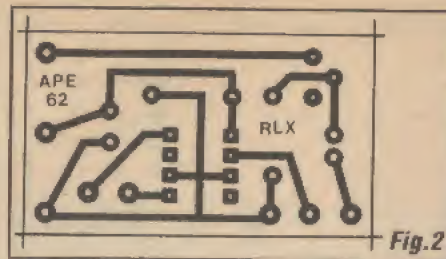

Fig.2
- **FIG. 2 - LAY OUT DO CIRCUITO IMPRESSO ESPECÍFICO** - Placa muito simples, pequena, com padrão cobreado fácil de reproduzir diretamente (por *carbonagem*...). O acabamento da traçagem, para melhor resultado estético (e também elétrico...) convém ser feito com decalques apropriados, ácido-resistentes. Entretanto, quem for muito caprichoso e cuidadoso, também poderá efetuar a traçagem com caneta apropriada (até do tipo *des-cartável*...). A corrosão, a furação e a eliminação dos resíduos da solução de perclororeto e da tinta/decalque (com lavagens e lixagens cuidadosas, ao final de cada fase...) devem ser feitas com a atenção sempre recomendada... Em vários artigos e matérias práticas, anteriormente publicadas em **APE** e em **ABCDE**, abordamos detalhadamente tais procedimentos... Aos novatos, as **INSTRUÇÕES GERAIS PARA AS MONTAGENS** podem também acrescentar **importantes dicas**, conselhos e indicações práticas para o melhor aproveitamento das vantagens da técnica de montagem em circuito impresso... De qualquer modo, ainda *antes* de iniciar a colocação e soldagem das peças, é fundamental fazer uma conferência super-rigorosa, verificando se não restam *curtos*, falhas, pontos mal corroídos (ou excessivamente *atacados* pela solução ácida...), corrigindo eventuais probleminhas encontrados... É sempre muito mais simples efetuar as retificações enquanto os componentes *ainda não estão soldados* à placa... Na figura, o padrão cobreado (em **negro**, com as áreas claras correspondendo às regiões *livres* do cobre...) é visto em escala 1:1.